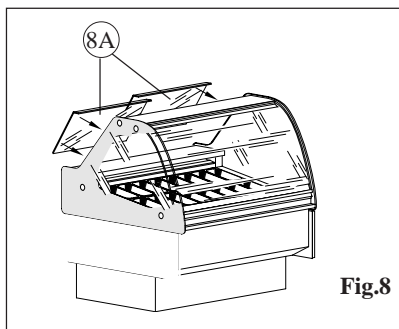

Fig.8
- disporre le antine scorrevoli in metacrilato trasparente nelle apposite sedi di scorrimento sul tettino (fig.8 -8A).
- disporre le tesserine dei gusti gelato nel supporto portagusti in corrispondenza delle posizioni desiderate (fig.8 - 8B).
- fit the sliding doors in transparent methacrylate into the runners in the ceiling and (fig. 8 -8A).
Place the ice cream flavour labels into the holders in the appropriate places (fig. 8 - 8B).
Posez les petites tesselles des goûts de la glace dans le support portagoûts et placez les dans les positions désirées (fig. 8 pos. 8A).
Die Schilder mit den verschiedenen Eissorten je nach der gewünschten Stellung auf dem Halter anordnen (Abb.8 - 8 A).
- disponer las tarjetitas de gustos de helados en el soporte portagustos en correspondencia de las posiciones deseadas (fig.8-pos.8A).